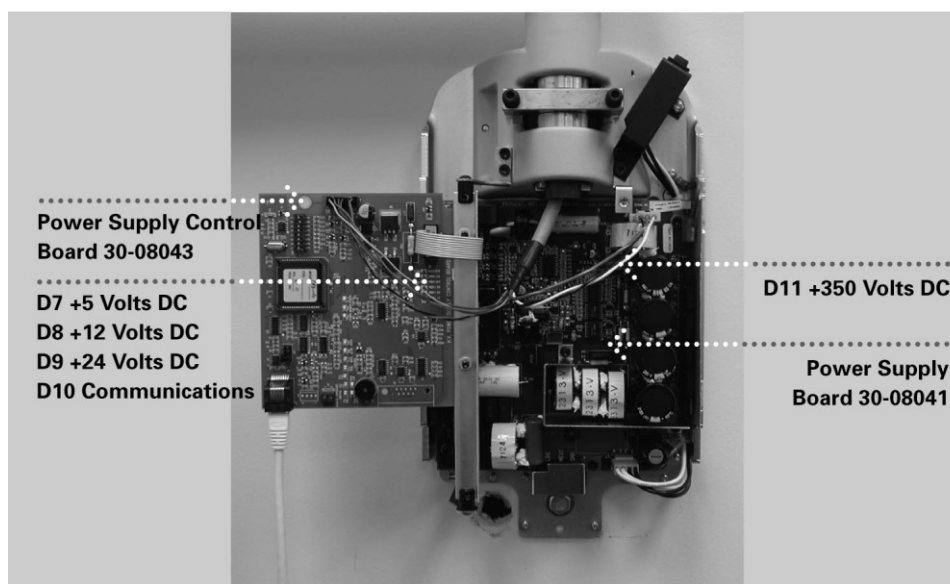

Рисунок 26
1. На плате электропитания 30-08041, показанной на Рисунок 26, проверьте, чтобы диодная лампочка D11 горела. Светящаяся лампочка подтверждает, что поставляется подходящее напряжение.
2. На контрольной плате электропитания 30-08043, показанной на Рисунок 26, проверьте, чтобы диодные лампочки D7 (+5VDC), D8 (+12VDC) и D9 (+24VDC) светились, а лампочка D10 мигала. Каждая светящаяся лампочка подтверждает, что имеется соответствующее напряжение питания. Если диоды не светятся, обратитесь к разделу “Поиск неисправностей”, процедура “Выключенный дисплей оператора при включенном питании”.